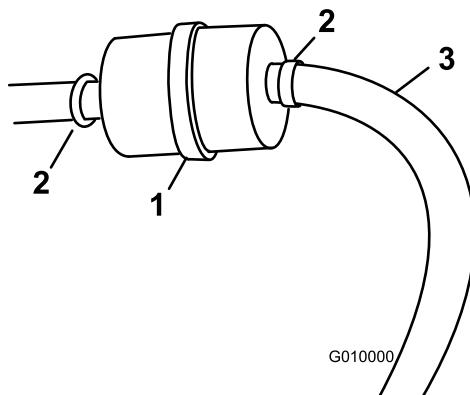

Figura 52
3. Desaperte as braçadeiras e faça-as deslizar para longe do filtro (Figura 52).
5. Instale um novo filtro nas mangueiras e fixe as braçadeiras (Figura 52).
3. Desaperte a braçadeira do tubo no filtro de combustível e deslize-o para cima do tubo de combustível afastando do filtro (Figura 52).
4. Desligue o tubo de combustível do filtro (Figura 52).
Nota: Deixe a gasolina drenar para uma lata ou recipiente de combustível (Figura 52).
5. Instale o tubo de combustível no filtro. Deslize a braçadeira do tubo para perto do filtro de combustível para prender o tubo de combustível (Figura 52).